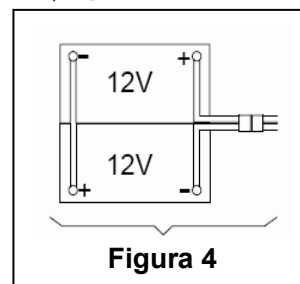

Figura 4
Pentru această mașină sunt necesare două (2) baterii de 12V. Vă rugăm conectați așa cum se arată în Figura 4 din dreapta.